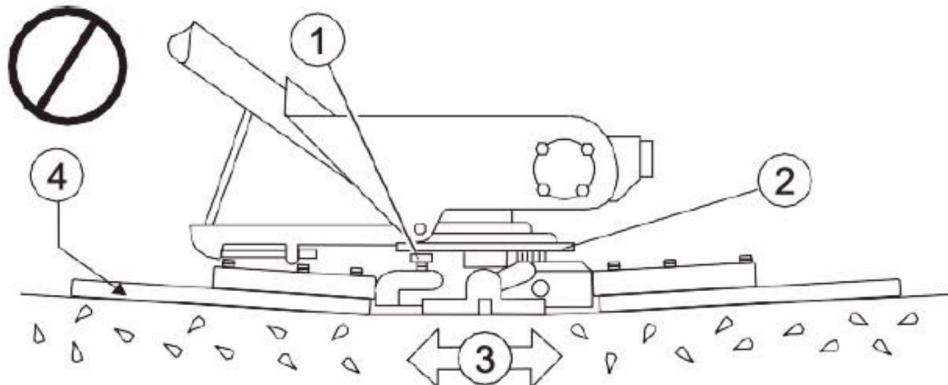

FIG. 17
13.2.2 Vinkla knivarna så plant som möjligt. Justeringsbultarna ska alla få knappt kontakt med den nedre slitplattan på spiderboxen. Om man är det inte tar kontakt kommer justering att behövas. (FIG. 17, FIG. 4).
FIG. 17 illustrerar "felaktig inriktnings", slitna spindelbussningar eller böjda murslevarmar. Kontrollera att justeringsbulten knappt rör vid (0,10" max. spel) den nedre slitplattan. Alla justeringsbultar ska placeras på avstånd från samma avstånd från den nedre slitplattan.